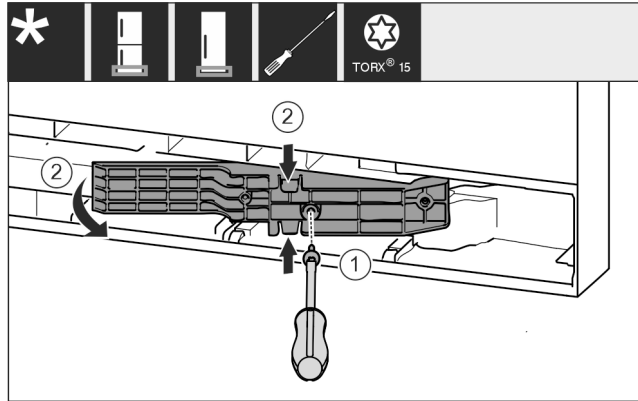

Fig. 18 *
- ▶ Schrauben mit Schraubendreher T15 lösen. Fig. 18 (1)*
- ▶ Adapterstück herausziehen. Fig. 18 (2)*